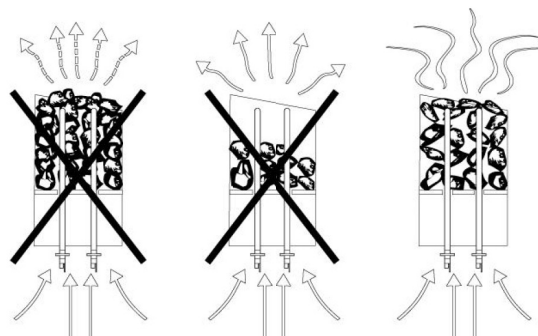

Рис.4 Схема укладки камней
6.6. **КАМНИ**, используемые для каменки, должны выдерживать большие температурные колебания, не выделять запаха и пыли (специально предназначенные для использования в каменке). Лучшие камни - базальты, диабазы, габбродиабазы и перидотиты фракций 8-10см. Перед укладкой их необходимо обмыть. Процесс укладки показан на рис.4.